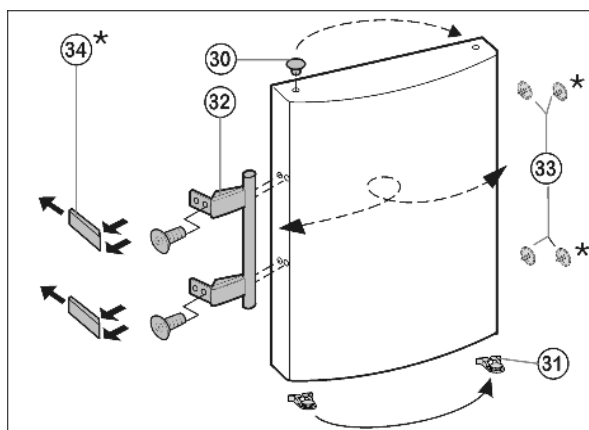

Fig. 8
- Zátky *Fig. 8 (30)* vyjměte z pouzdra ložisek dveří a přemístěte je.
- Madlo dveří *Fig. 8 (32)*, zátky *Fig. 8 (33)* a krycí destičky* *Fig. 8 (34)* odmontujte a přemontujte na protější stranu.